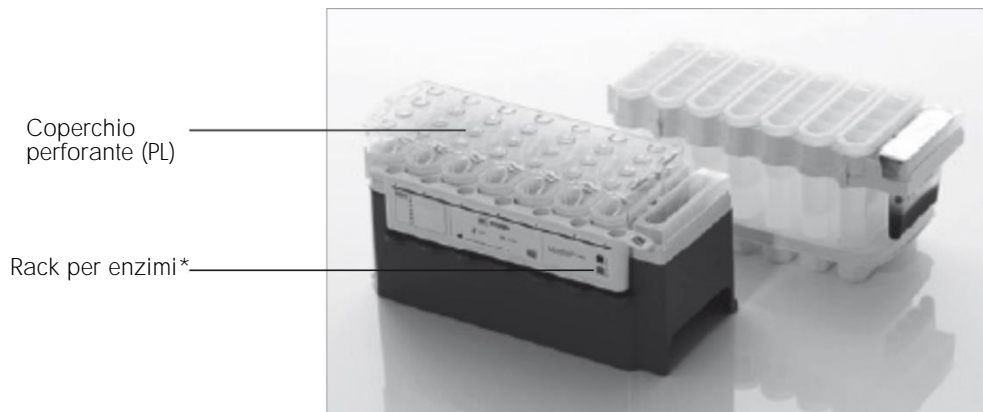

Figura 3. Semplice preparazione del piano di lavoro con cartucce reagenti (RC). \* Il QIAasympyony DSP HPV Media Kit non include né richiede un rack per enzimi.
Prima di avviare la procedura, accertarsi che le particelle magnetiche siano completamente risospese. Rimuovere il recipiente delle particelle magnetiche dal telaio della cartuccia reagenti, capovolgerlo delicatamente fino a quando tutte le particelle magnetiche sono state risospese in modo omogeneo (non agitarlo su vortex) e riposizionarlo nel telaio della cartuccia reagenti prima del primo utilizzo. Collocare la cartuccia reagenti (RC) sul supporto della cartuccia reagenti. Prima di utilizzare una cartuccia reagenti (RC) per la prima volta, posizionare il coperchio perforante (PL) sulla cartuccia reagenti (RC) (Figura 3).